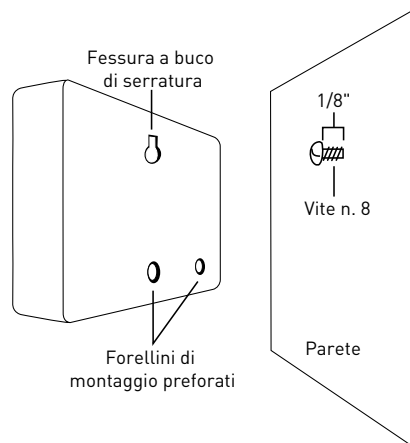

Figura 2: appendere il timer alla vite utilizzando la fessura a buco di serratura
- Inserire il timer nella vite sporgente (fessura a buco di serratura situata sul retro del timer). Vedi figura 2
- Inserire una vite n. 8 in uno dei due forellini preforati sulla parte inferiore della cassetta. Vedi figura 2